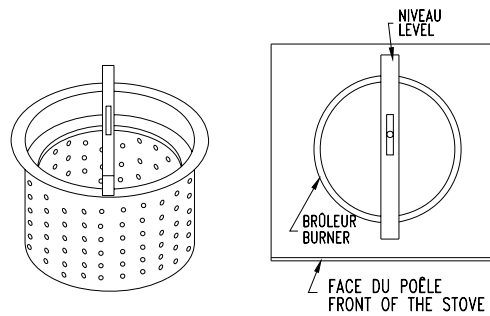

Figure 9B: MISE AU NIVEAU DU BRÛLEUR
- Déplacer ensuite votre niveau de 90° de façon à être parallèle avec les cotés du poêle (Voir figure 9B). Visser ou dévisser les pattes ajustables de votre appareil jusqu'à ce que le niveau soit atteint. Utilisez une clef de 7/16".